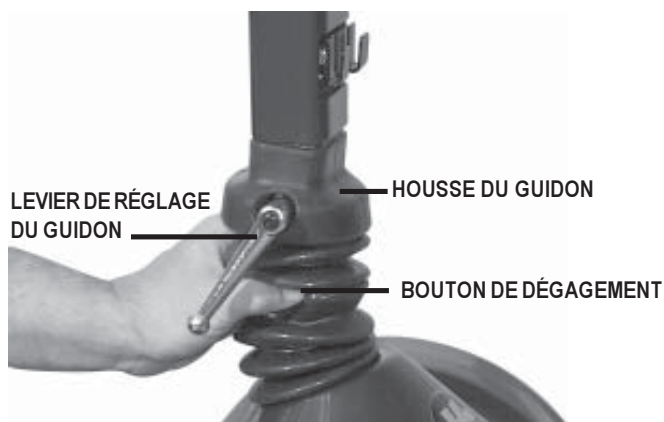

FIGURE 9A. RÉGLAGE DE L'ANGLE DU GUIDON
1. Tournez le levier de blocage du mât dans le sens opposé à celui d'une montre jusqu'à ce que le mât du guidon soit désengagé. Si le levier vient en contact avec le panier, tirez dessus, tournez-le dans le sens d'une montre et relâchez-le. Voir figures 9a et 9b.
8. Déserrez le levier de réglage de l'angle du mât et abaissez le mât du guidon jusqu' en bas vers le milieu du plancher du scooter. Voir figure 9a. Resserrez le levier de réglage.